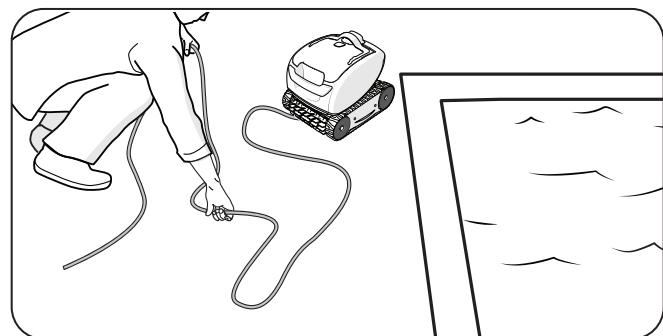

Figure 13. Démêler le câble flottant
2. Commencer au niveau de la tête du robot nettoyeur, retirer tous les nœuds et enchevêtements au niveau du câble flottant. Étendre le câble au soleil afin de l'aplanir complètement (Figure 13).